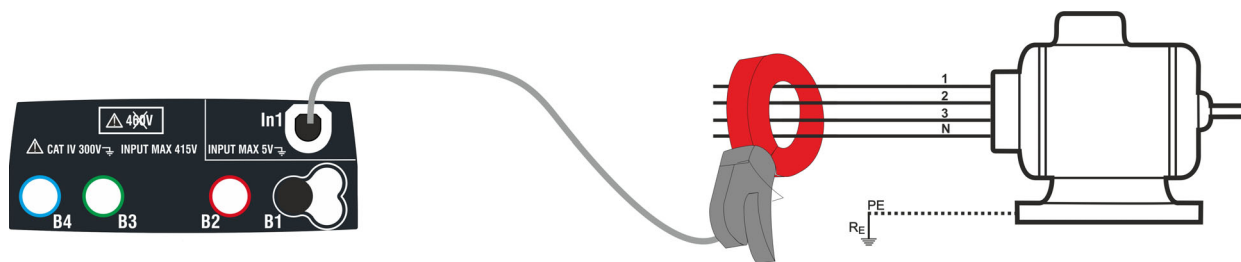

Fig. 26: Misurazione indiretta della corrente di dispersione in impianti trifase
4. Per misure indirette della corrente di dispersione collegare la pinza esterna in accordo alla Fig. 26 . Per misure dirette della corrente di dispersione collegare la pinza in accordo alla Fig. 27 e scollegare le eventuali connessioni aggiuntive di terra che potrebbero influenzare i risultati della prova